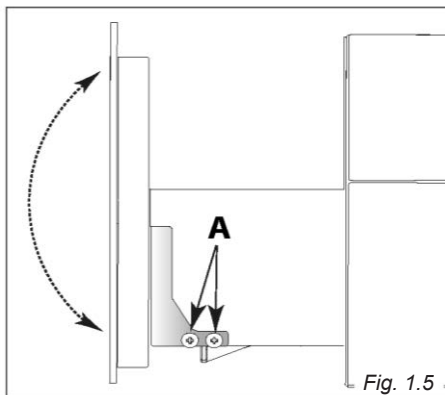

Fig. 1.5
- Frontpanelets helling kan justeres etter at skruene «A» er løsnet (fig. 1.5). Når panelet er parallelt med skapet og med forsiden av apparatet som er installert i kombinasjon med det, strammer du skruene «A» (fig. 1.5) igjen til de er godt festet.